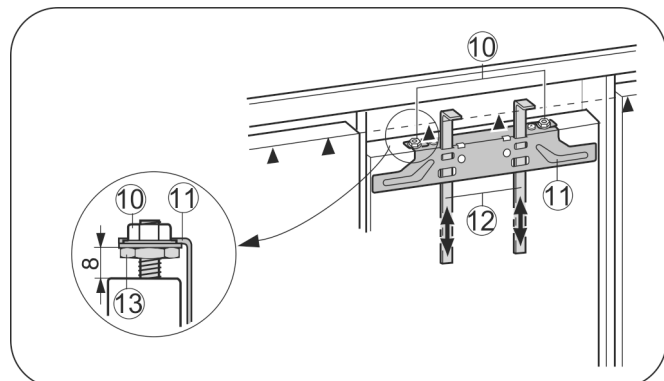

Fig. 25
- Montagehilfen Fig. 25 (12) auf Möbeltürhöhe hochschieben. Untere Anschlagkante ▲ der Montagehilfe = Oberkante der zu montierenden Möbeltür.
- ▶ Befestigungstraverse Fig. 25 (11) über die Kontermuttern Fig. 25 (10) abschrauben.